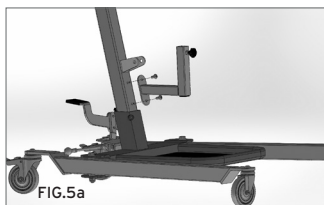

FIG.5a
7. Posizionare la struttura di supporto gambe e fissarla con le 2 viti; inserire poi i supporti per le ginocchia regolandone l'altezza con il volantino in dotazione (Fig. 5a-5b)